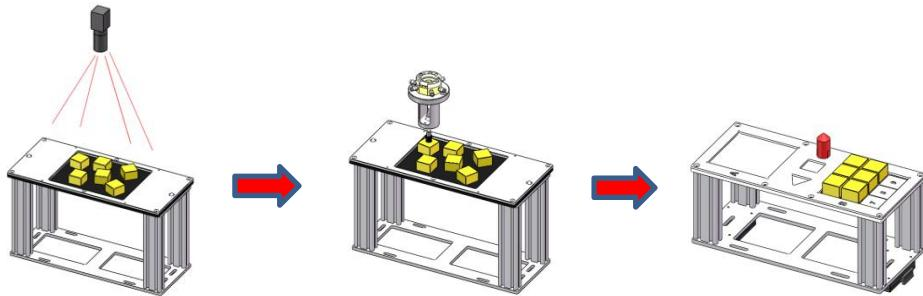

图 3-5 方料块搬运码垛示意图
(1) 运行前，选手将 9 个黄色方形工件（尺寸：30×30×20mm）随机摆放在原料托盘（如图 3-5 所示）。